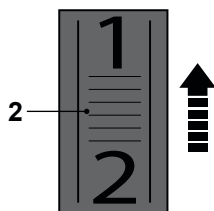

Fig. 11
- > Limite la velocidad máxima utilizando el selector de velocidad (2).
- > Desplace el selector de velocidad (2) hacia adelante (visto desde la posición del operador) para incrementar la velocidad máxima (Fig. 11). Un ajuste mayor es adecuado cuando se lija con bandas de grano fino para conseguir un acabado fino.